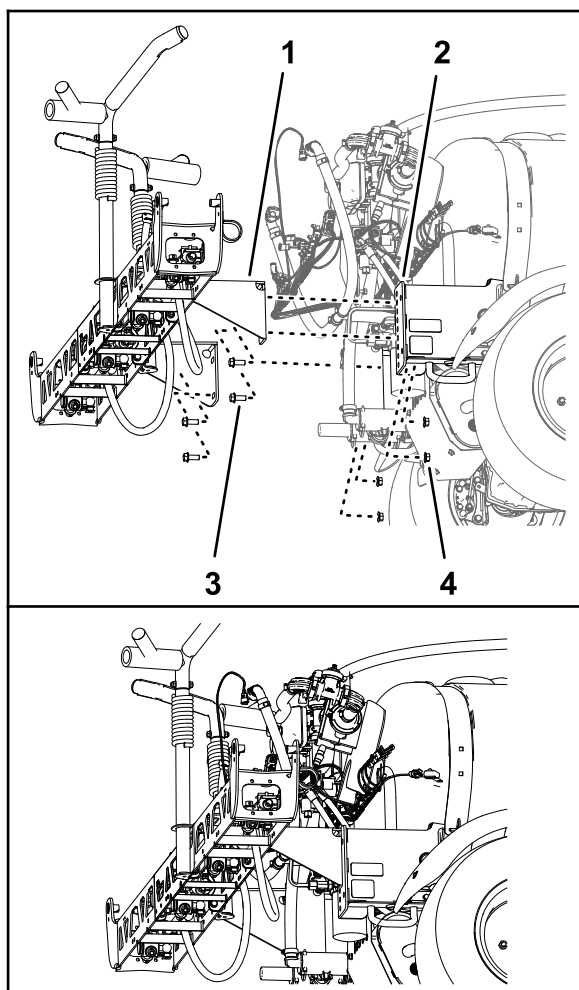

Figura 93
1. Utilizando equipamento de elevação com a capacidade de elevação especificada, levante a secção da rampa central e alinhe os orifícios no suporte para a secção do pulverizador (Figura 93) com os furos da placa de montagem da estrutura da máquina que identificou no passo 3 de Remover a secção de pulverização central (página 23).
2. Monte a secção do pulverizador central nos canais de montagem (Figura 93) com os quatro parafusos de cabeça flangeada (1/2 x 1-1/4 pol.) e as quatro porcas de bloqueio flangeadas (1/2 pol.) que retirou no passo 4 em Remover a secção de pulverização central (página 23).